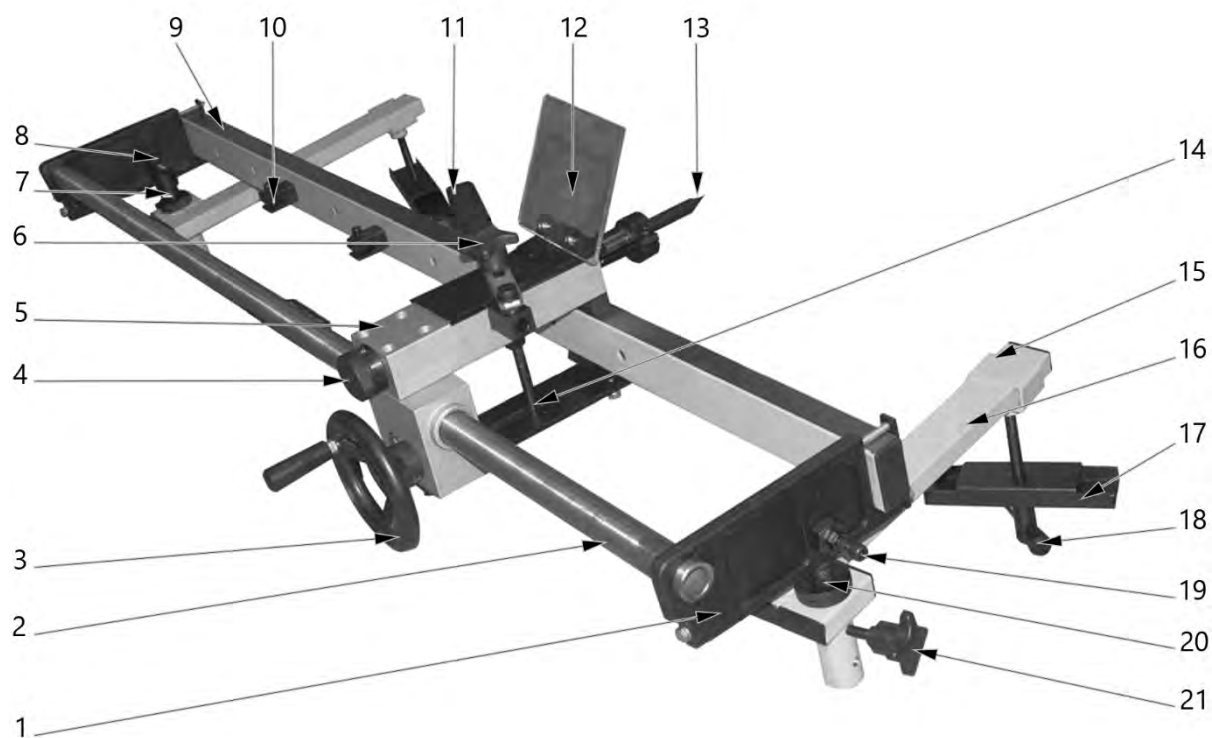

Рисунок 1.
Устройство поставляется в разобранном виде, его необходимо установить на токарный станок. Для этого – установите два кронштейна копировального устройства (16) (рис. 1) на направляющие токарного станка втулкой вниз и уступом к торцу приспособления.